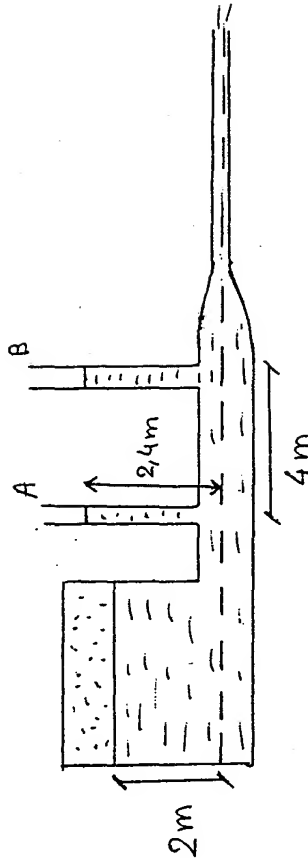

FIGURA 1
1.- El depósito de grandes dimensiones de la Figura 1 está cerrado a la atmósfera y contiene aire comprimido sobre el nivel de 2 m de agua. El agua sale del depósito por su parte inferior a través de una tubería cilíndrica horizontal, que acaba abierta a la atmósfera tras reducir su sección a la mitad.